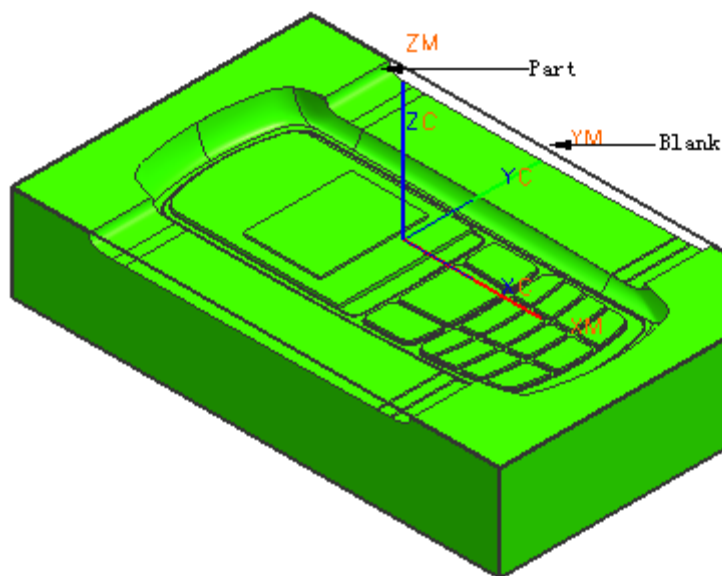

图 9-170
加工如图 9-170 所示的零件，材料为 718，加工机床为 MAKINO-V56，使用虎钳装加。
- 双击 WORKPIECE，定义如图 9-170 所示的 Part 和 Blank，单击 OK。